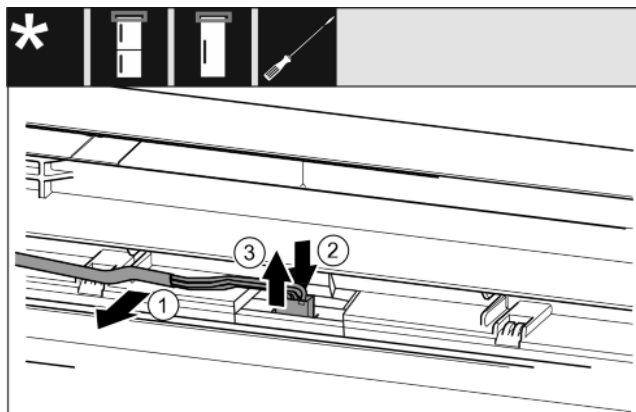

Fig. 16
- ▶ Oprezno odvojite sivi kabel iz vodilice u vratima. Fig. 16 (1)
- ▶ Pritisnite jezičac iza utikača prema natrag. Fig. 16 (2)
- ▶ Oprezno izvucite utikač prema gore. Fig. 16 (3)